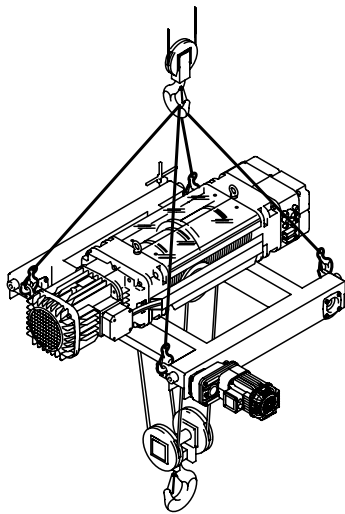

fig. 178
- Mettre un arrimage à quatre tirs grâce à un appareil de soulèvement convenablement choisi en relation à la masse et à la hauteur de manutention, dans la limite des points de branchement du chariot (fig. 178).